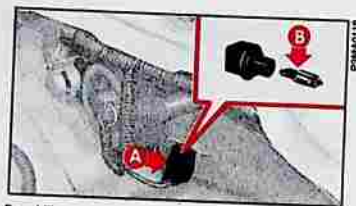

fig. 17
- 1) Enlever la douille **A**-fig. 17 en imprimant une légère rotation pour faciliter l'extraction.